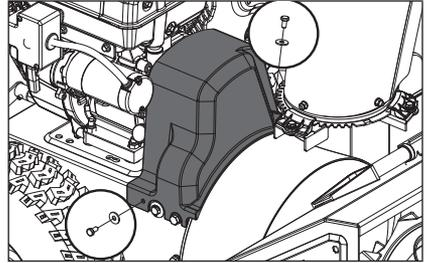

Figure 54
1. Déposez le couvercle de courroie en plastique à l'avant du moteur en retirant deux boulons et rondelles plates M6 x 12. (Fig. 54)